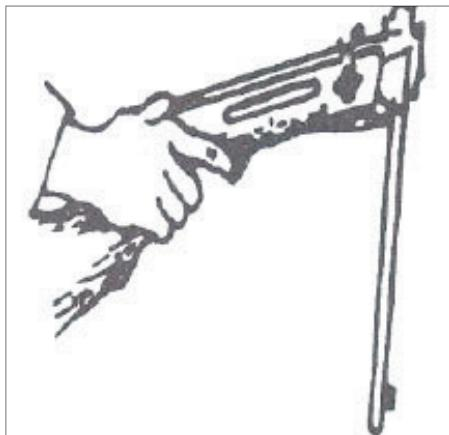

Figura 2
3. Mettere un piombino nella camera con la mano sinistra e risollevarle lentamente la canna in modo che si incastri nuovamente nell'estremità del calcio (figura 2).